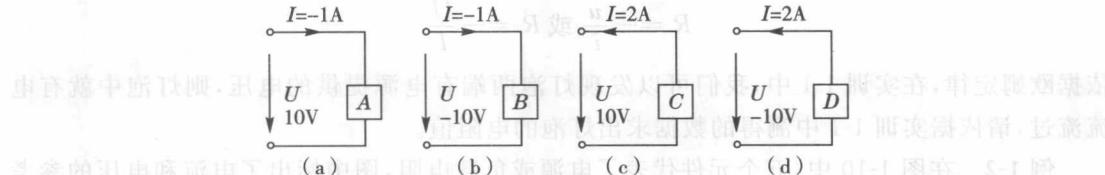

图 1-13 例 1-3 图
**例 1-3** 计算图 1-13 中各元件的功率,指出该元件是作为电源还是作为负载。